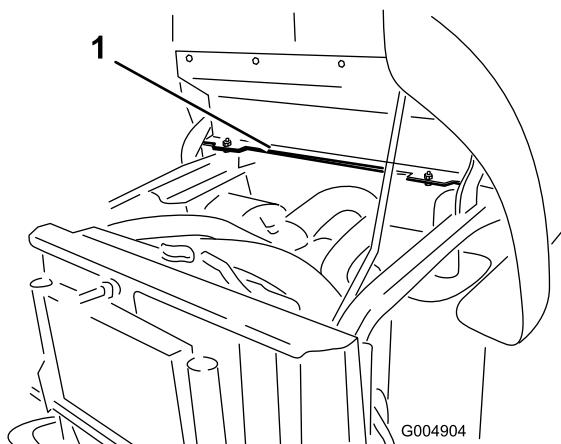

Figure 8
1. Localisez les 2 trous de montage sur le côté gauche du support de cadre arrière (Figure 8).